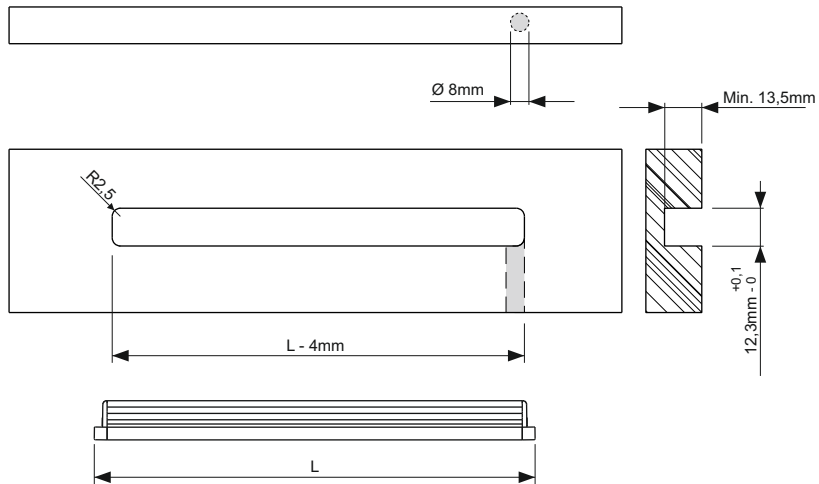
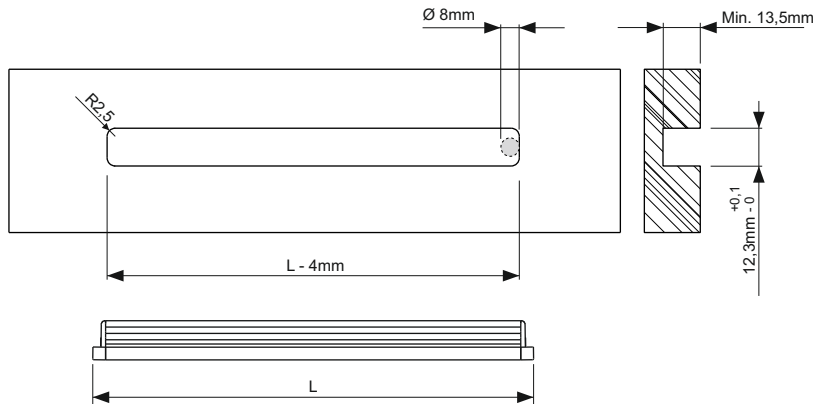

Fig.1
Fig.2
- **LAB** se puede instalar con el cable de alimentación en posición axial (fig. 1) o radial (fig. 2) con respecto a la superficie de montaje. Para la instalación con el cable de alimentación en posición axial, perforar un agujero de $\varnothing \geq 8$ mm, como se muestra en el ejemplo de la figura 1.